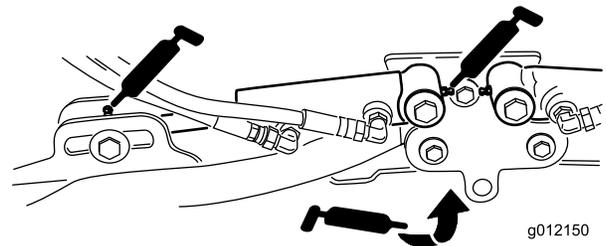

Figura 53
- Cilindri del braccio di sollevamento degli elementi di taglio (2 cad.) (Figura 53)
- Perni dei bracci di sollevamento (1 cad.) (Figura 53)